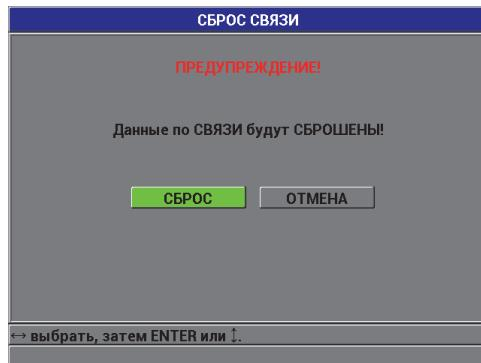

Рис. 8-9 Экран СБРОС СВЯЗИ – Предупреждение
- В подменю СБРОС выберите СОЕДИНЕНИЕ, чтобы отобразить окно СБРОС СВЯЗИ (см. Рис. 8-9 на стр. 159).